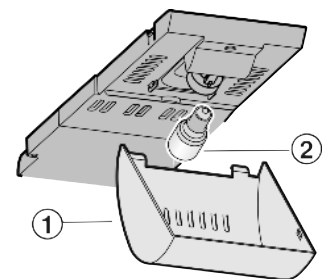

Fig. 16
- ▶ Возьмитесь за крышку Fig. 16 (1) спереди и снимите с крючка сзади.
- ▶ Лампу накаливания Fig. 16 (2) заменить.
- ▶ Снова наденьте крышку Fig. 16 (1).